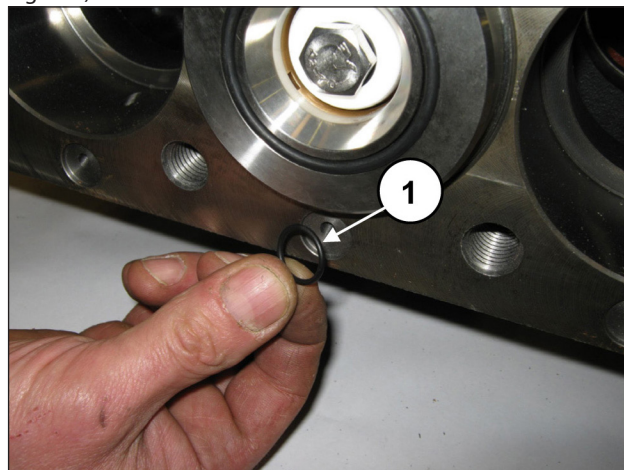

Fig. 128
Applicare i 6 O-ring frontali del carter pompa (pos. ①, Fig. 128).